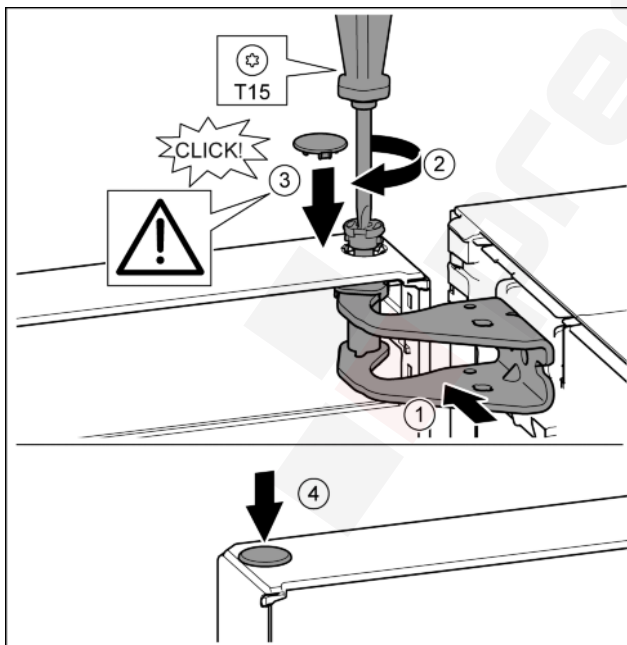

Fig. 20
- ▶ Fent igazítsa a csapágycsapat nyílásához az ajtót. Fig. 20 (1)
- ▶ Helyezze be a csapot, és a T15 csavarhúzóval húzza meg. Fig. 20 (2)
- ▶ Az ajtó biztosítása érdekében szerelje fel a biztonsági fedelet: Helyezze fel a biztonsági fedelet, és ellenőrizze, hogy felfekszik-e az ajtóra. Egyébként a csapszeget teljesen helyezze be. Fig. 20 (3)
- ▶ Helyezze be a dugót. Fig. 20 (4)